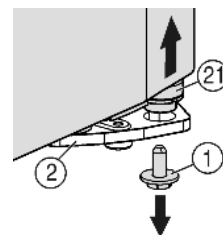
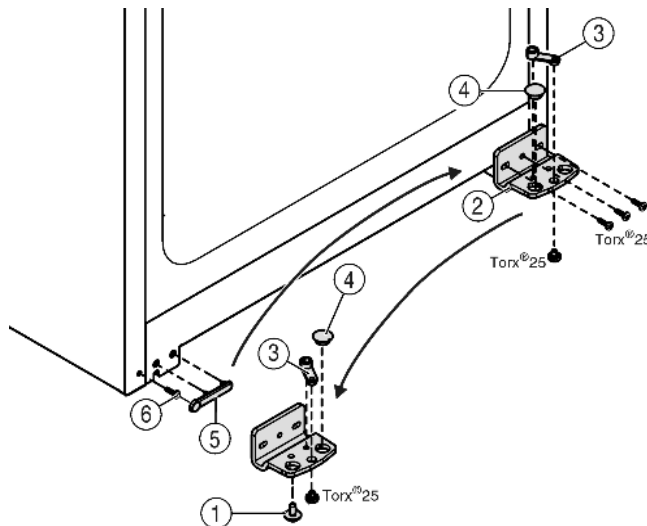

Fig. 5
Fig. 6
- ▶ Apačioje dešinėje iš atraminės gembės išsukite fiksavimo varžtą *Fig. 5 (1)*.
- ▶ Atraminis varžtas *Fig. 5 (2)* atsilaisvina iš atraminės gembės *Fig. 6 (2)*.
- ▶ Jeigu atraminis varžtas *Fig. 5 (2)* neatsilaisvins, tuomet varžtą išspauskite iš apačios.
- ▶ Atsukite atraminę gembę *Fig. 6 (2)*.
- ▶ Atsukite atraminę detalę *Fig. 6 (3)* ir perkeltkite į priešingoje atraminės gembės pusėje esančią tvirtinimo angą bei vėl priveržkite.
- ▶ Ištraukite kaištį *Fig. 6 (4)* atraminės gembės ir perkeltkite į priešais esančią atraminės gembės tvirtinimo angą.
- ▶ Rankenos pusėje atsargiai nukelkite dengiamąjį plokštelę *Fig. 6 (5)*.
- ▶ Išsukite varžtą *Fig. 6 (6)* ir jį vėl įsukite kitoje pusėje.
- ▶ Vėl uždėkite dengiamąjį plokštelę *Fig. 6 (5)*.
- ▶ Atraminę gembę *Fig. 6 (2)* kitoje lanksto pusėje priveržkite **tvirtai (su 4 Nm)**, jei reikia, akumuliatoriniu atsuktuvu.
- ▶ Fiksavimo varžtą Fig. 5 (1) įsukite apačioje į atraminį varžtą ir priveržkite (su 4 Nm).